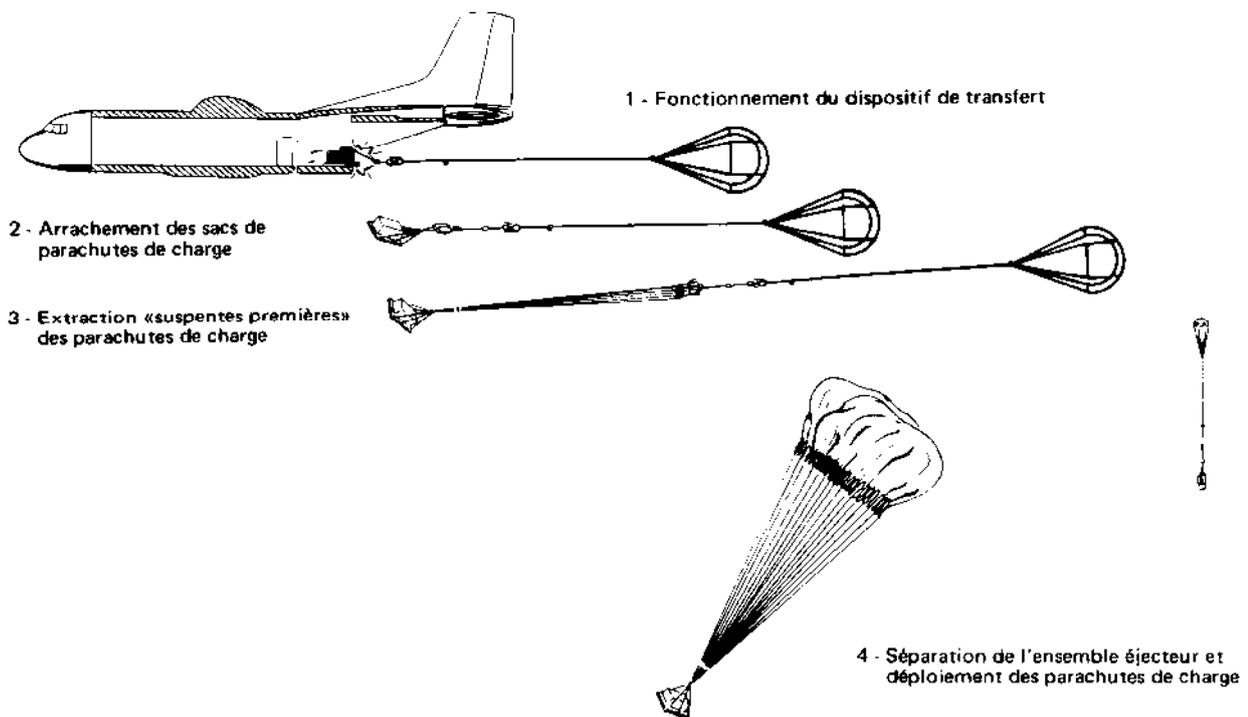

Fig. 2.11 - Fonctionnement- Transfert de trainée et extraction des parachutes de charge en largage classique
1. Lorsque l'arrière de la charge en mouvement parvient à la limite arrière de la rampe de chargement (fig. 2.11), le dispositif de transfert fonctionne et sépare la sangle de traction et la plate-forme.